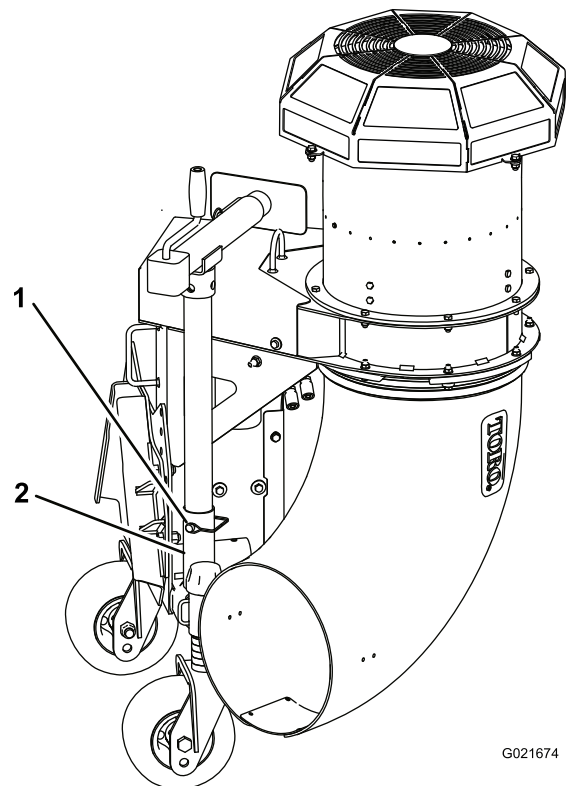

Figura 5
5. Rimuovete il perno di ritenuta che fissa il tubo del cavalletto al tubo di rimessaggio (Figura 5). Rimuovete il gruppo del cavalletto dalla posizione di rimessaggio.